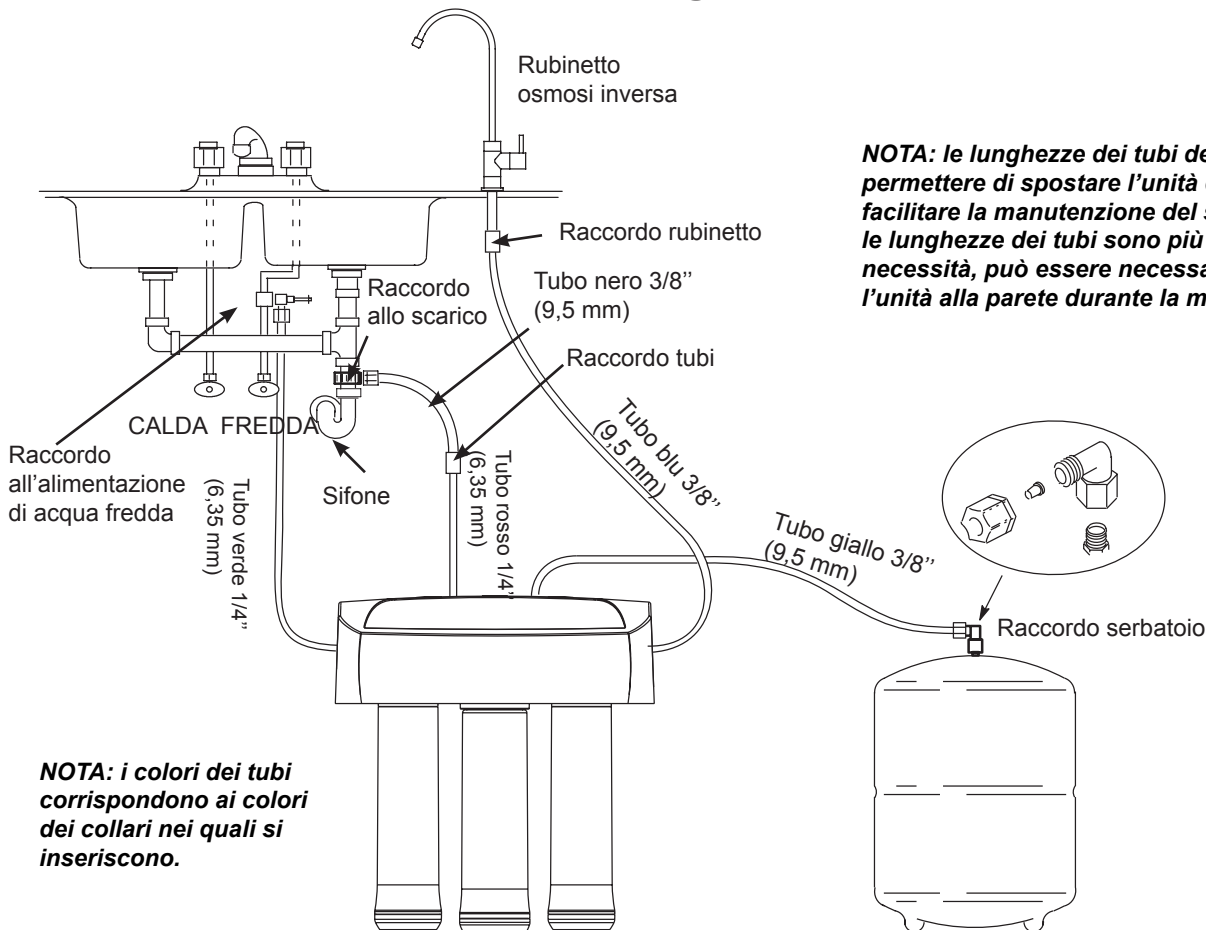

FIG. 20
2. Tirate l'altra estremità del tubo rosso verso un punto tra il raccordo di scarico e l'unità di osmosi inversa. Cfr. Fig. 20.
4. Inserite fino in fondo il tubo nel raccordo a pressione (1/4") (Fig. 20). Cfr. Fig. 16 & 17.
7. Collegate l'altra estremità del tubo nero verso il raccordo di scarico (Fig. 20). Accorciate il tubo per collegarlo allo scarico nel modo più diretto possibile. Il tubo non deve arricciarsi o essere schiacciato.
10. Tirate l'altra estremità del tubo giallo verso il raccordo situato sul serbatoio. Cfr. Fig. 20.